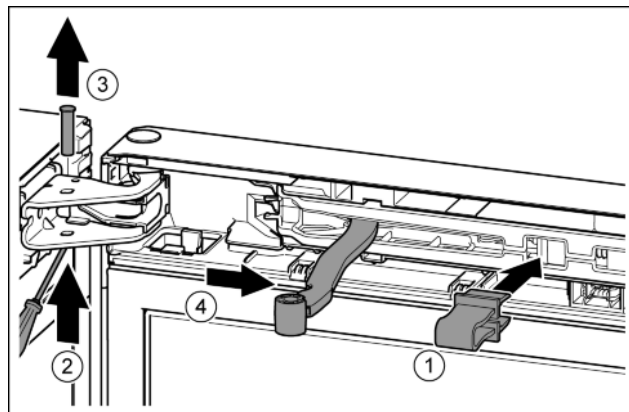

Fig. 8
► Pojistku nechte zapadnout do otvoru. Fig. 8 (1)
► Šroubovákem vysuňte čep. Fig. 8 (2)
► Čep vytáhněte nahoru. Fig. 8 (3)
► Otočte kloub směrem ke dveřím. Fig. 8 (4)